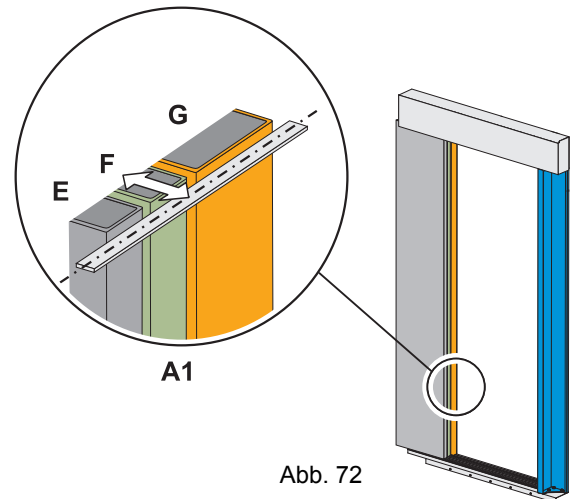

Abb. 72
- Position der Vorläufer-Türblatt (Abb. 72 (E)) zur Nachläufer-Türblatt (F) einstellen. (Auf Ausrichtung zur Öffnungszarge (G) achten)